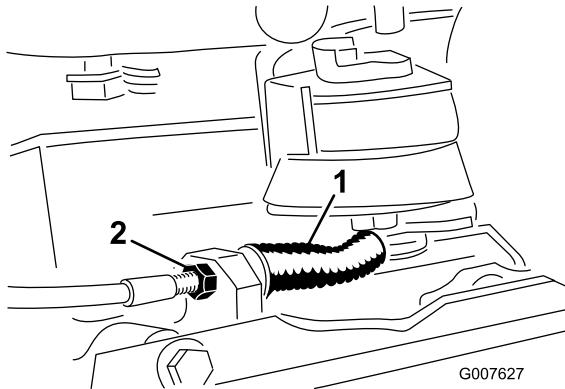

Figura 27
3. Para aumentar la tensión del cable, afloje la contratuerca delantera del cable y apriete la contratuerca trasera del cable (Figura 27) hasta que la fuerza necesaria para engranar el control de tracción sea de 5 a 7 libras (2,3 a 3,2 kg). Mida la fuerza en el pomo de la palanca. No ajuste demasiado hasta el punto en que la banda del freno se agarrote.